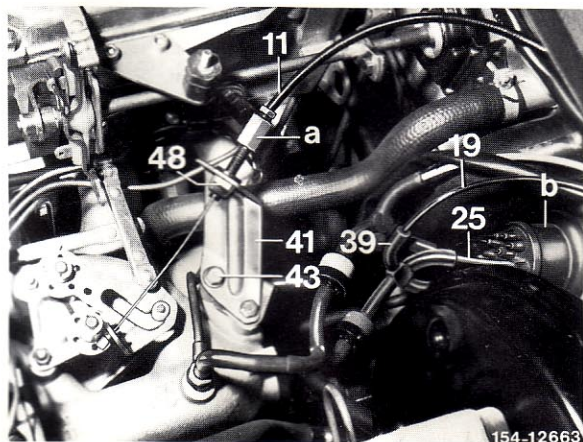

Bild 1
5 Unterdruckleitung (25) 5200 mm lang vom Motorraum links durch die Gummitülle (b) unter der Instrumententafel entlang durch die rechte Vorderwandsäule verlegen. Anschließend die Unterdruckleitung (25) weiter am Einstieg entlang in den Kofferraum verlegen (Bild 1 bis 4 und 7).